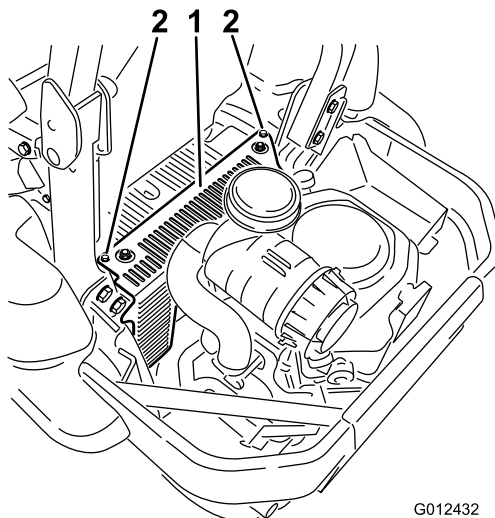

Bild 54
3. Entfernen Sie die zwei Schrauben, mit denen die Haube der Hydraulikanlage befestigt ist (Bild 54). Jetzt ist die vordere Zündkerze zugänglich.
Setzen Sie die Haube der Hydraulikanlage auf (Bild 54).